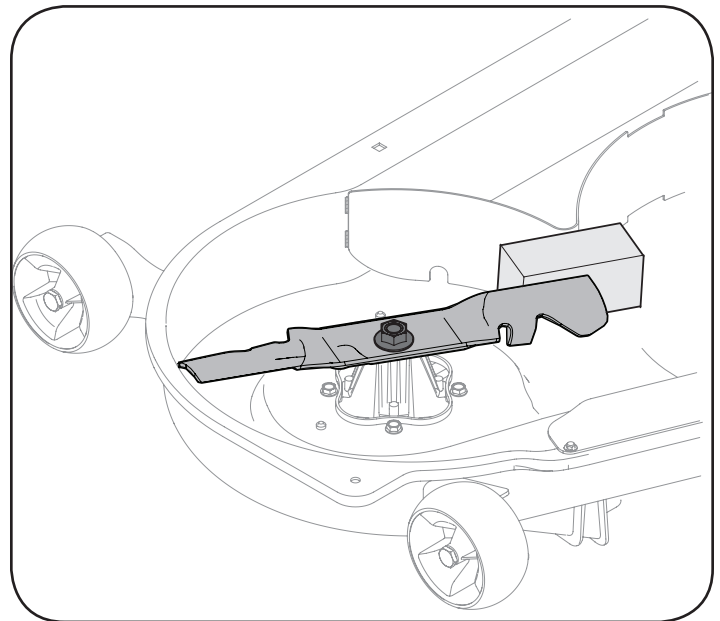

Figura 2
2. Establezca una de las cuchillas de corte con una herramienta de bloqueo de cuchillas o un bloque de madera. Consulte la Figura 2.